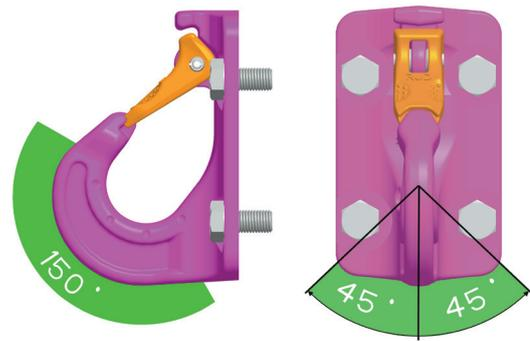

Fig. 1: direzioni di trazione ammesse
- L'installazione dovrebbe essere orientata verso la direzione di trazione che è ammessa per il gancio (vedi Fig. 1).